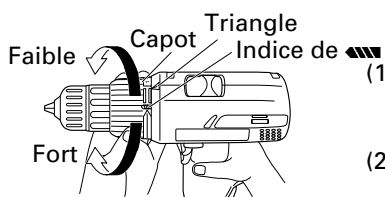

Fig. 9
### 5. Vérification de la position du capuchon. (Voir Fig. 9)
#### (2) Indication du couple de serrage (Voir la Fig. 9).
#### (3) Réglage du couple de serrage (Voir Fig. 9)